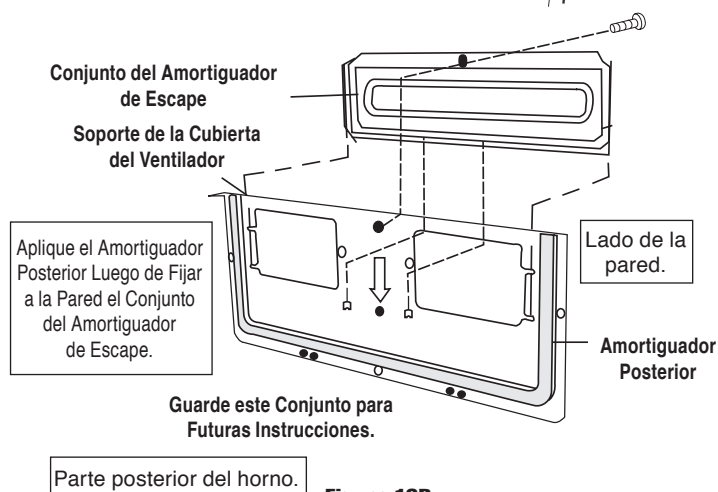

Figura 10B
6. Ensamble el conjunto del amortiguador de escape al Soporte de la Cubierta del Ventilador deslizando por las ranuras en la misma dirección de la flecha. Utilice 1 tornillo autorroscante de 4 x 8 mm de la TORNILLERÍA DE INSTALACIÓN y apriete hasta colocarlo en posición. Vea la Figura 10B de la página 5.